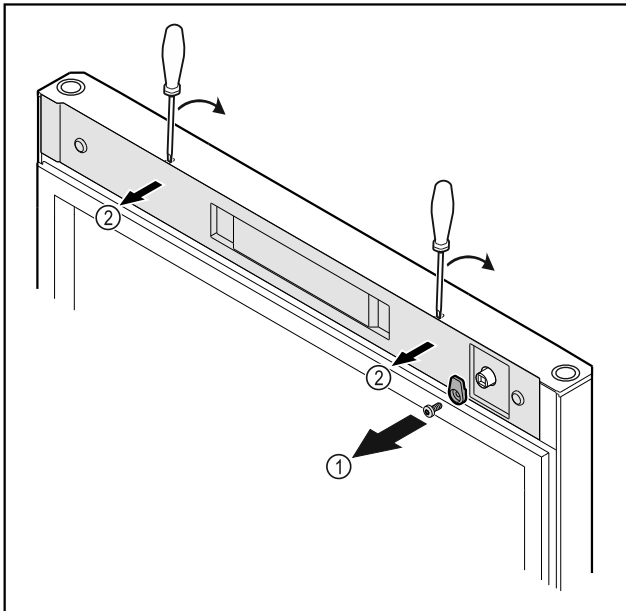

Fig. 12 *
- Noskrūvējiet slēgšanas āķi Fig. 12 (1).*
- Atbrīvojiet un noņemiet pārsegu Fig. 12 (2) ar mazu skrūvgriezi.*